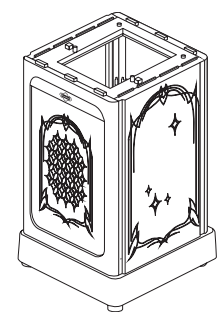

Figure 9
5. Avant de déposer l'unité principale sur la base, insérer deux vis no 3 pour fixer la poignée à la porte du compartiment de rangement. Insérer les vis par l'arrière de la porte du compartiment dans les ouvertures filetées de la poignée et les serrer fermement (FIGURE 9).